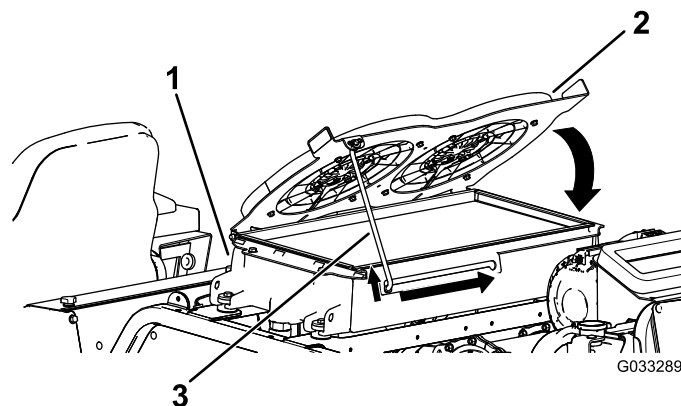

Figure 89
4. Faites pivoter les ventilateurs de refroidissement hydrauliques vers le bas et calez la béquille dans le cran (Figure 89).